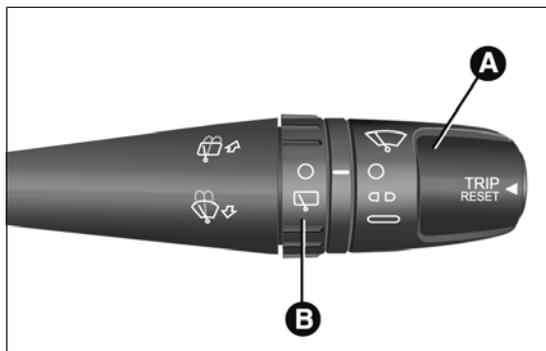

fig. 210
- tourner la bague A fig. 210 en position  (essuie-glace arrêté) ;